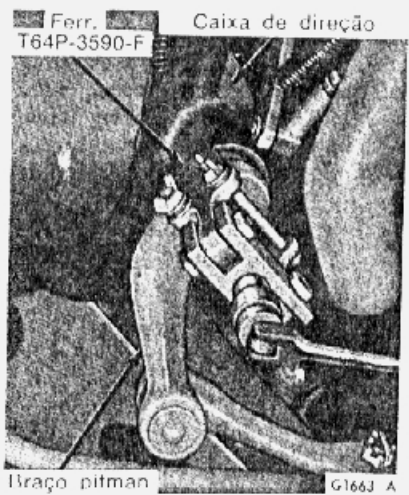

fig. 4 — remoção do braço pitman
4. Colocar as rodas dianteiras na posição reta para frente. Remover o braço Pitman com a ferramenta 3590-F (fig. 4).